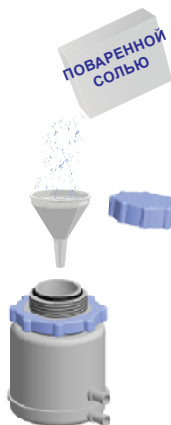

рис. 13
- Измерить, а затем восстановить количество соли, обращая внимание на то, чтобы она не попала в ванну. Большая концентрация соли в ванне может привести к сбоям в работе машины и сократить срок её службы. Наполните специальный контейнер, расположенный внутри ванны (см. рис. 13) крупной поваренной солью (гранулы от 1-2 мм).